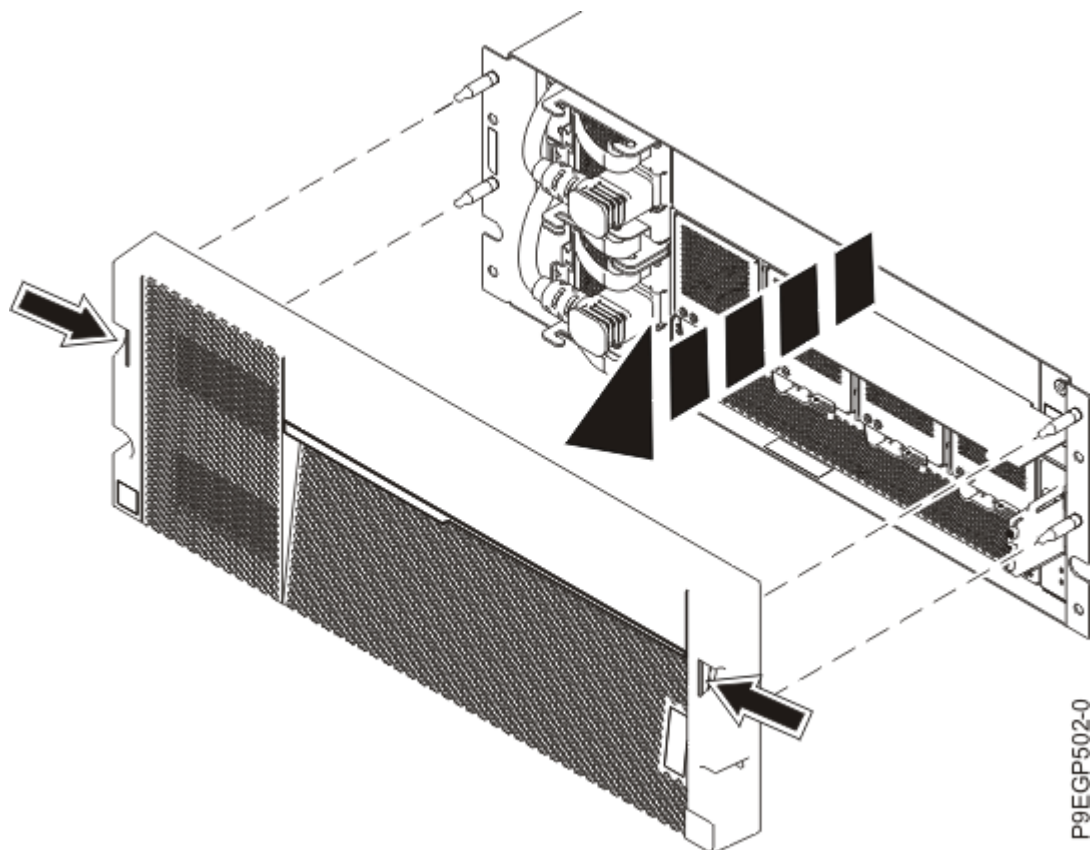

Figure 8. Retrait du capot et de la carte des informations de maintenance
- b. En utilisant les deux points de contact bleus situés de chaque côté du tiroir, tirez sur l'encadrement pour le retirer de l'avant du tiroir, comme indiqué sur le site Figure 8, à la page 13.